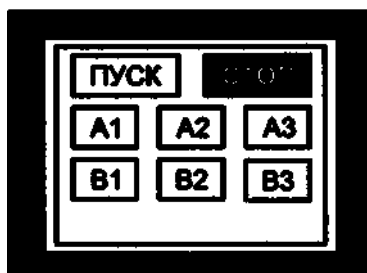

Рисунок 11. Вид экрана дисплея в состоянии готовности Установки к включению плазмогенерации
Через примерно 1 сек экран дисплея приобретает вид в соответствии с рис.11.
9.2. После завершения подготовки Установки к работе экран дисплея имеет вид, представленный на рис.11. Когда все кнопки (за исключением кнопки «СТОП») имеют белый цвет, это означает, что Установка находится в состоянии готовности к работе (т.е. – к включению плазмогенерации).
После выключения плазмогенерации экран дисплея принимает вид, представленный на рис.11.
11.1. Выключение Установки можно производить, когда она находится в состоянии готовности к работе (плазмогенерации). Этому состоянию соответствует вид экрана дисплея, представленный на рис.11.